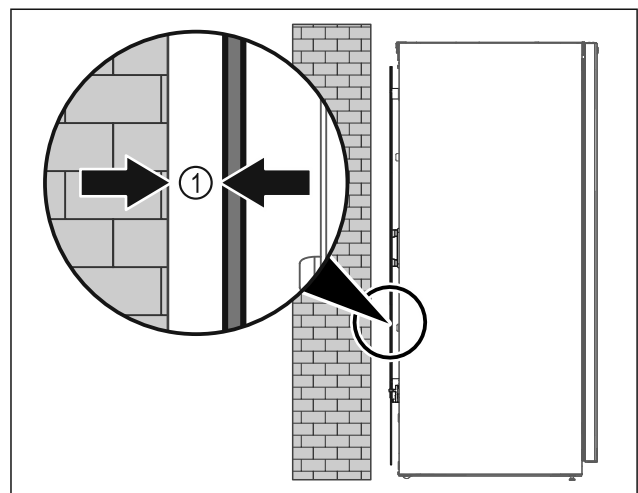

Fig. 37
- ▶ Posizionare l'apparecchiatura in un punto a piacere del locale (libera installazione) oppure addossato a una parete a una distanza minima di 5 mm Fig. 37 (1).